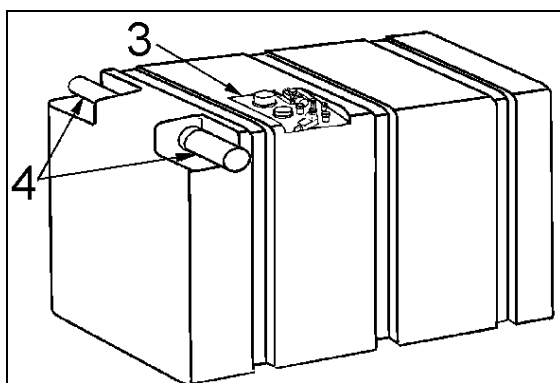

FIGURE 3 : ③ PANNEAU DES RACCORDS
9. Retirer le panneau des raccords (item ③ figure 3).
10. Glisser la bride #032436 du clapet anti-retour autour du raccord (item ④ figure 3) afin de marquer la position des perçages. Marquer et percer deux trous en utilisant un foret no.8.